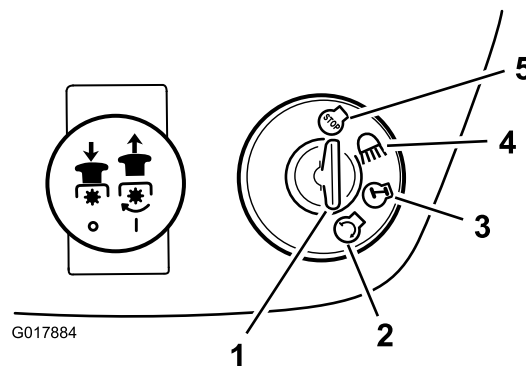

Figura 10
7. Gire la llave de contacto en el sentido de las agujas del reloj y manténgala en la posición de Arranque (Figura 10).
2. Gire la llave de contacto a la posición de Desconectado (Figura 10).